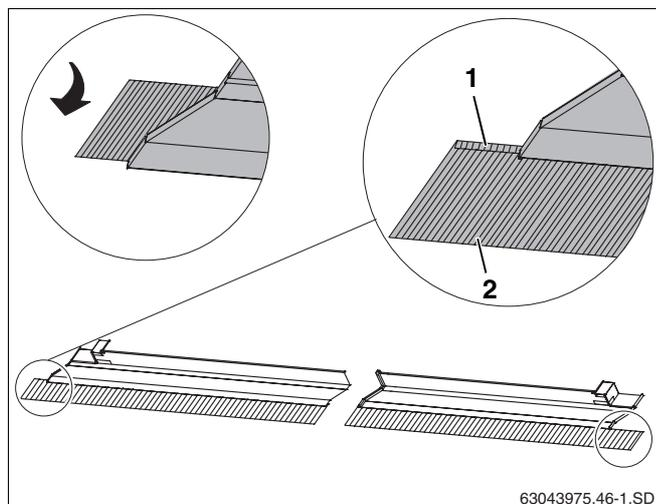

Fig. 42 Spostamento delle converse di piombo
- Piegare in avanti le converse di piombo di tutte le lamiere di copertura (fig. 42, **pos. 2**).
- Piegare in avanti anche le estremità superiori delle lamiere di copertura esterne (fig. 42, **pos. 1**).